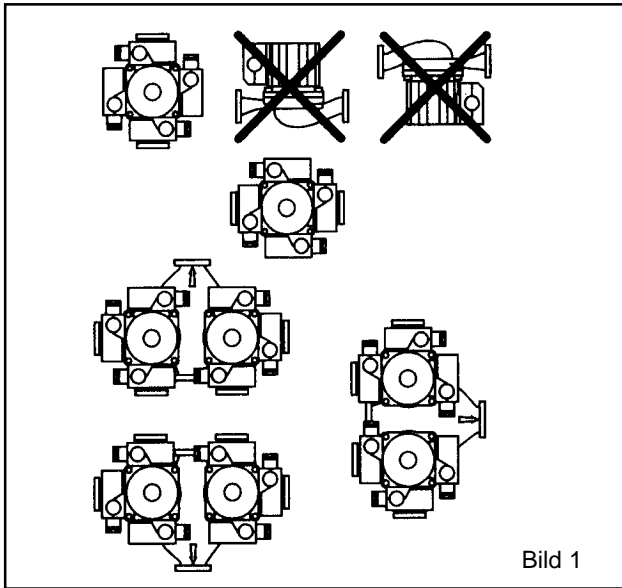

Bild 1
- Montering utföres spänningsfritt med horisontell motoraxel. Iakttag noga inbyggnadslägen, (Bild 1 och 2).
- Bild 1: Inbyggnadslägen för typerna RS/RSD.